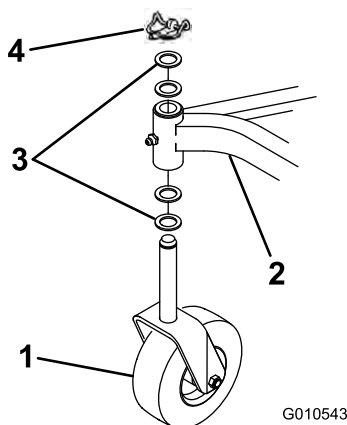

Figure 5
2. Retirez la goupille à anneau et les 2 rondelles de butée situées sur chaque ensemble de roue pivotante pour l'expédition. Laissez 2 rondelles de butée sur chaque arbre, insérez les arbres dans le tube de montage du bâti, et installez les rondelles de butée et la goupille à anneau (Figure 5).